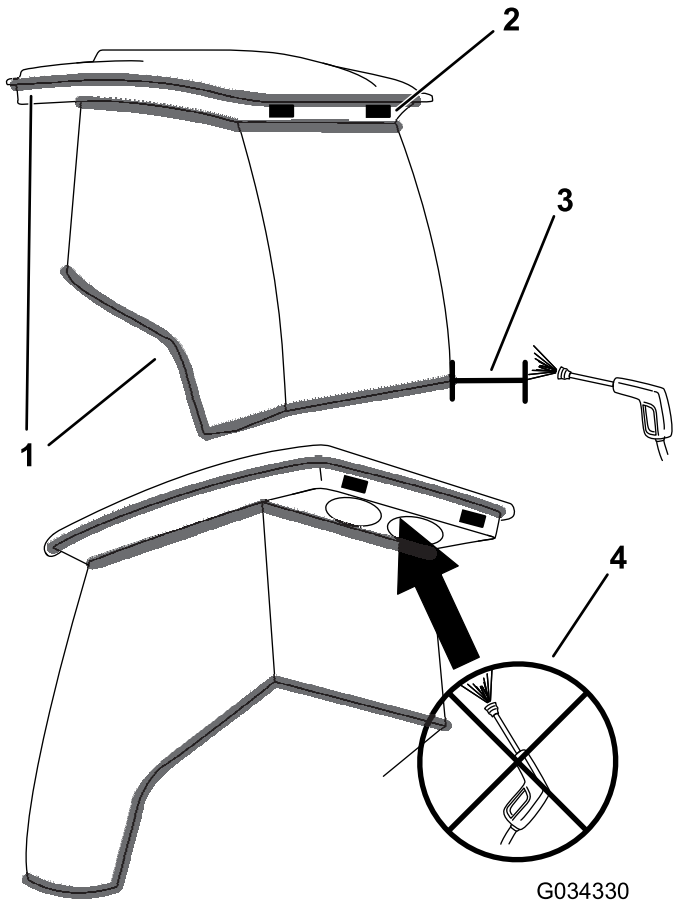

Figure 84
**Important:** Faites attention près des joints de la cabine (Figure 84). Si vous utilisez un nettoyeur haute pression, n'approchez pas le jet à moins de 60 cm de la machine. N'utilisez pas le jet haute pression directement sur les joints de la cabine ni sur l'avancée arrière.